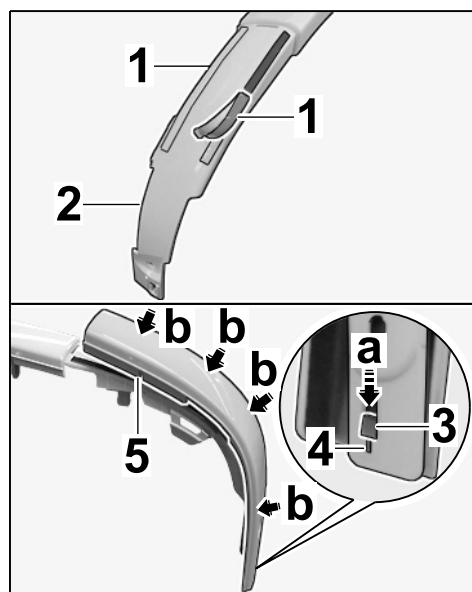

Рис. 14
7.1.2 Удалить защитные пленки ⇒ *Рис. 14 -1-*.
Вставить направляющие выступы ⇒ *Рис. 14 -2-* в направляющую ⇒ *Рис. 14 -3-* ⇒ *Рис. 14 -а-*. Прижать накладку к облицовке колесной арки ⇒ *Рис. 14 -б-*.